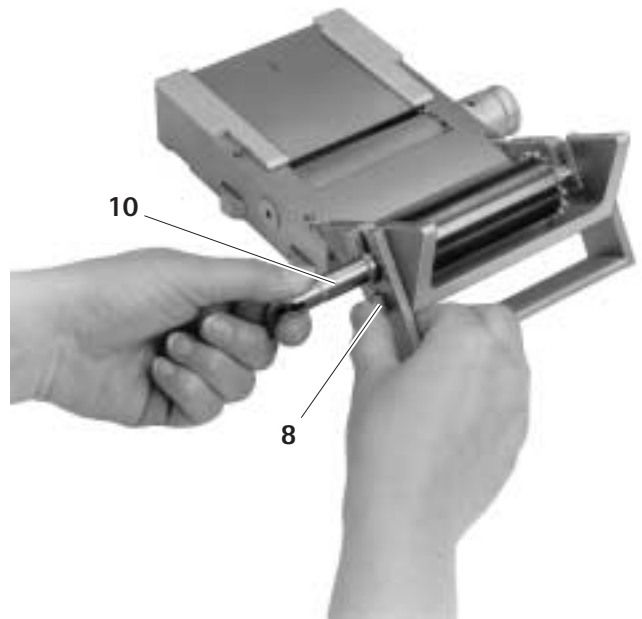

Fig. 3
- Maintenir le verrou **8** pressé et tirer en même temps la tige **10** pour désaccoupler le cylindre de coupe **2**, voir Fig. 3.
- Presser le cylindre de coupe **2** par la tige **10** dans les appuis **20** jusqu'à ce qu'il s'engage, voir Fig. 3.